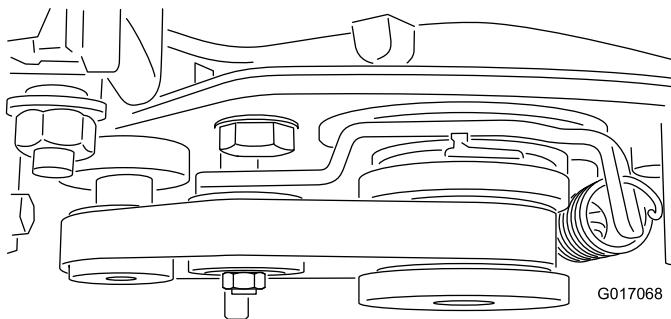

図 15
**重要** ベルトが各ブーリおよび溝の中心を通るようにすること図 15。